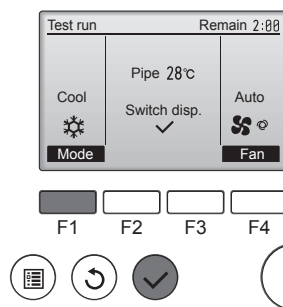

Fig. 6-5
- Tryk på [F1]-knappen for at skifte gennem funktionsmåderne i rækkefølgen "Cool" (Køling) og "Heat" (Varme). (Fig. 6-5)